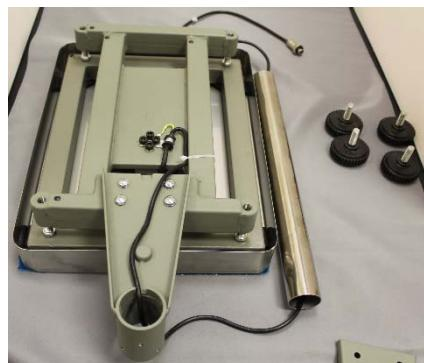
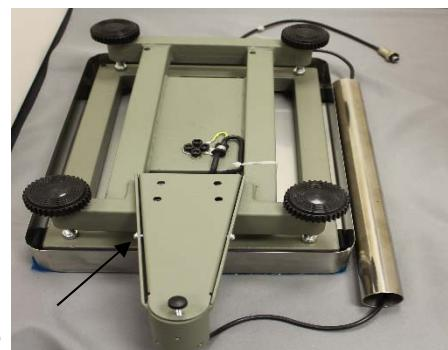

Abb. 1
Abb.2
- Nehmen Sie Wägebrücke, Stativhalterung und Stativ aus der Verpackung. Drehen Sie Wägebrücke um, und ziehen Sie das Kabel der Wägezelle vorsichtig durch die Stativhalterung. Befestigen Sie die Halterung nun mit den 4 mitgelieferten Schrauben (Abb.1). Setzen Sie die Abdeckplatte auf, und befestigen Sie diese mit den 2 Seitenschrauben. Schrauben Sie die 4x Füße an die Wägebrücke, und den kleinen Fuß, der für zusätzliche Stabilisierung sorgt, an das Ende der Stativhalterung. (Abb. 2)